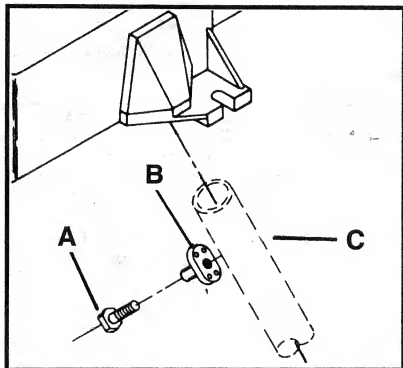

Fig. 5
El soporte debe atornillarse firmemente en un banco o una mesa portátil, o equiparse con patas para poder utilizarse de manera segura. Se suministran tres orejetas en la base, que aceptan pernos de $\frac{1}{4}$ " de diámetro (no suministrados), para sujetar el soporte a un banco. Si se prefiere, pueden hacerse tres patas de aproximadamente 34" de longitud utilizando tubería estándar de $\frac{3}{4}$ ". Los receptáculos que recibirán estas patas están ubicados en la parte inferior de la base. Se suministran tres pernos de $\frac{1}{4}$ "-20" x $\frac{3}{4}$ " de longitud (A) y tres tuercas en "T" (B), Fig. 5, para sujetar las patas en la posición adecuada de la manera siguiente:
1. Desde el interior de los receptáculos, pase el cuello de la tuerca en "T" (B), Fig. 5, a través del agujero que está en la pared del receptáculo.
2. Oriente la tuerca en "T" (B), Fig. 5, de manera que la cabeza quede asentada en el entrante de los receptáculos.
3. Enrosque el perno (A), Fig. 5, en la tuerca en "T" (B), desde el exterior del receptáculo.
4. Introduzca la pata hecha de tubería (C), Fig. 5, en el receptáculo y apriete firmemente los pernos.